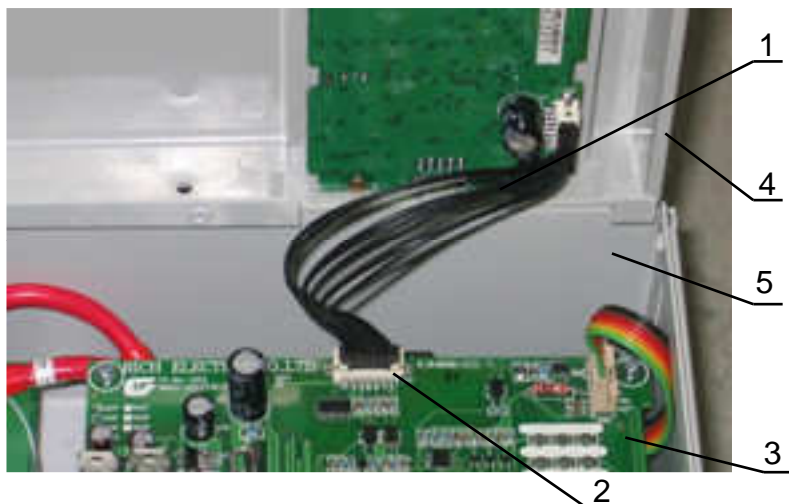

Рис.7.41
7.15.2. Присоединить свободный разъем шлейфа ЦП (1) к разъёму CN1(2) платы драйверов (3) (рис.7.41).